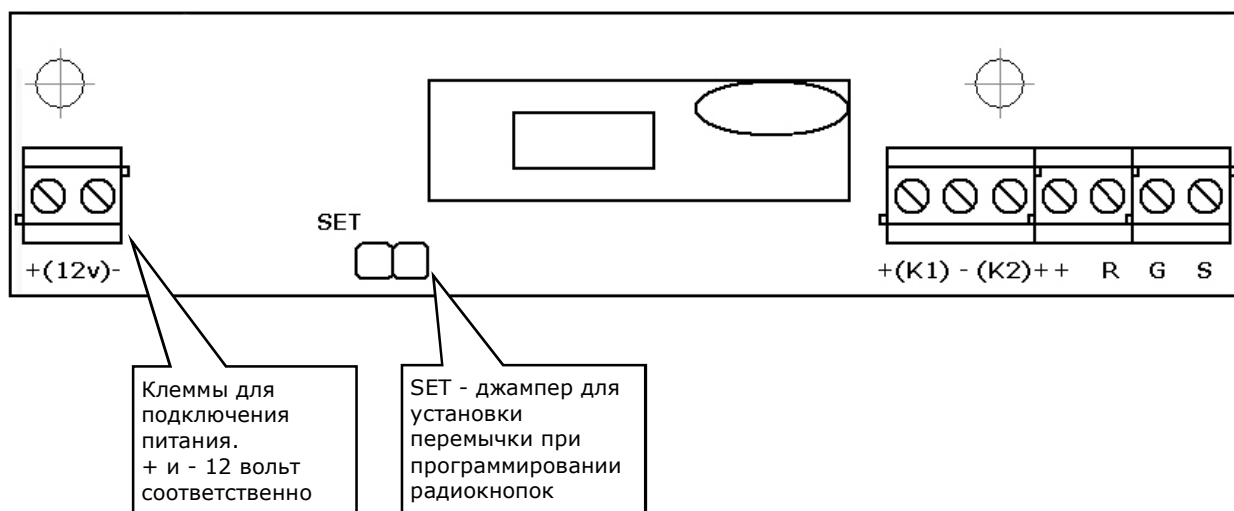

Рисунок 6.5. Печатная плата на задней стороне корпуса светозвукового табло
На задней стороне корпуса светозвукового табло смонтирована печатная плата (рис.6.5). На ней находятся радиоприемник 433 МГц, клеммы для подключения питания и проводных кнопок.
- замкнуть SET (см. рис.6.5) **(обязательно при выключенном питании)**;